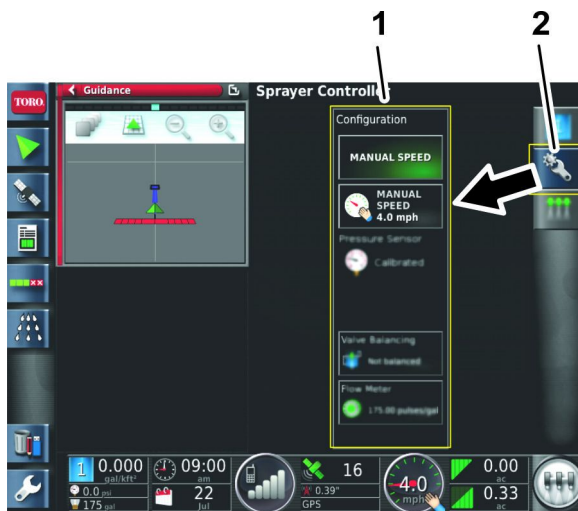

图 178
5. 按打药车控制器子菜单中的配置图标以显示配置菜单 图 178。